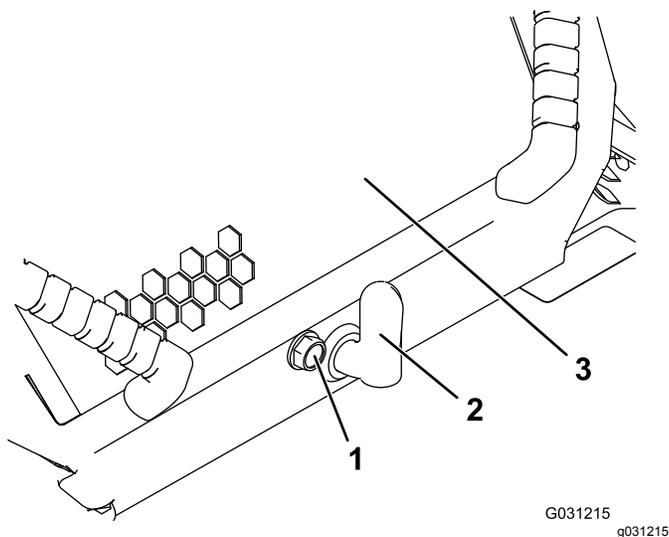

Рисунок 32
- Ослабьте запорный винт капота (Рисунок 32)
- Поверните защелку капота по часовой стрелке (Рисунок 32).
- Поднимите рукоятки и поднимите капот вверх (Рисунок 32).
- Затяните запорный винт капота, чтобы закрепить защелку (Рисунок 32).